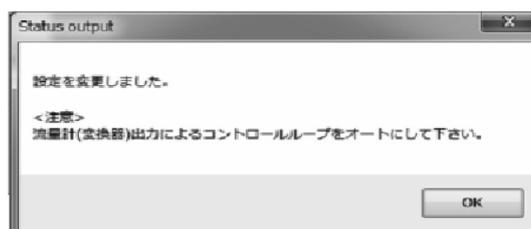

図51
⑩ 「OK」をクリックし、選択した設定値に変更されると、メッセージボックス(図51)が表示されますので、「OK」ボタンをクリックすれば設定は終了です。